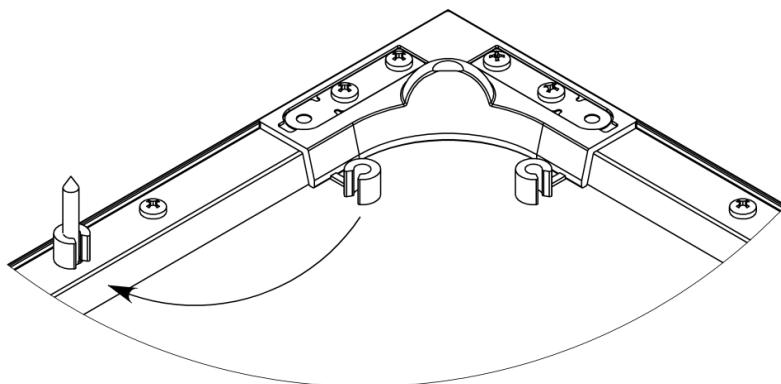

Рисунок 2
- Закрыть видимые части крепёжных элементов втулками (рисунок 2)